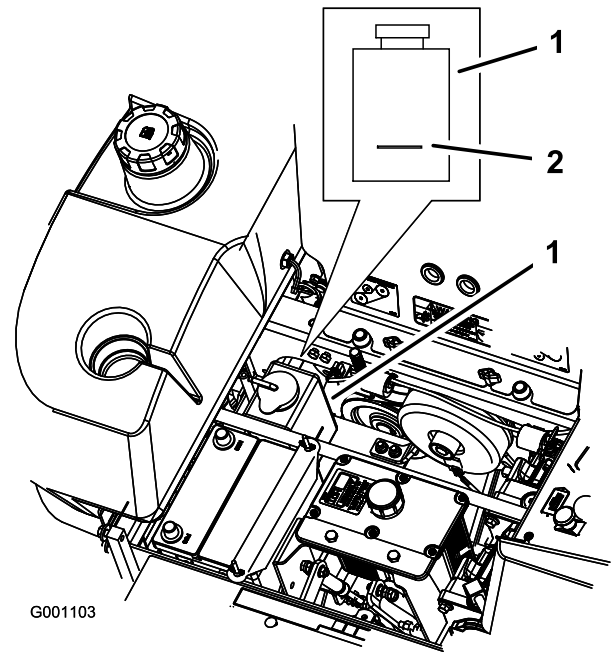

Figura 80
4. A motore freddo, controllate il livello della bottiglia di troppopieno. Il fluido deve raggiungere la sporgenza all'esterno della bottiglia di troppopieno (Figura 80).
5. Se il livello del refrigerante è basso, rabboccate la bottiglia di troppopieno con una miscela di 50% antigelo a lunga durata/DexCool® e 50% acqua (Figura 80).
6. Versate la miscela refrigerante 50/50 nella bottiglia di troppopieno e riempite fino alla linea tracciata sulla bottiglia (Figura 80).